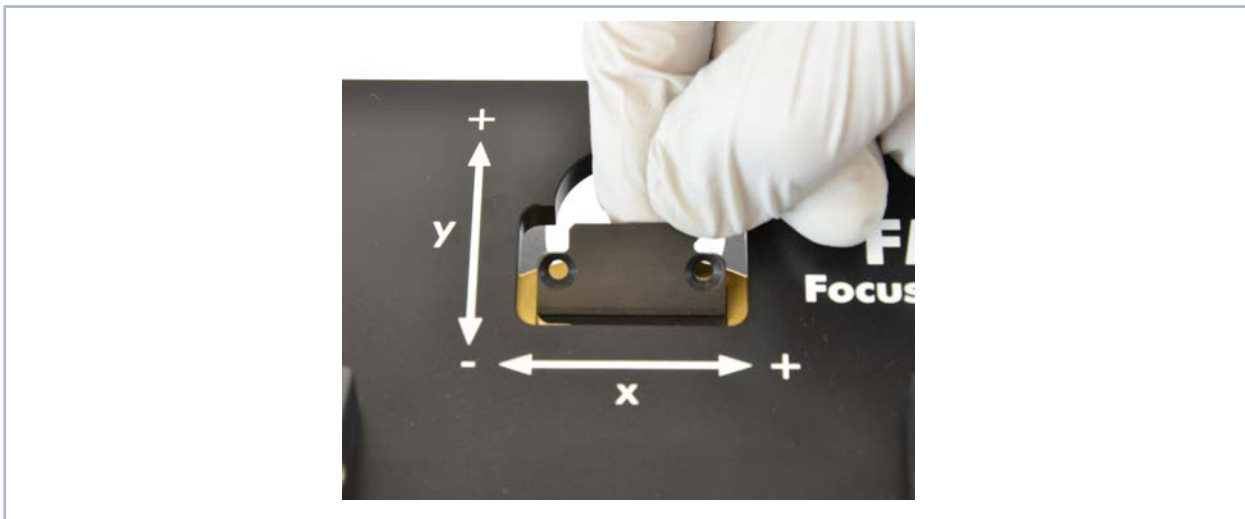

Abb. 13.4: Halteblech einsetzen
6. Setzen Sie das Halteblech mit der Führungsnut nach oben zeigend unter etwa 45 Grad in die Drehscheibe ein und drücken es dann nach unten in die Aussparung (siehe Abb. 13.4).